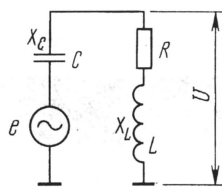

Рис. 2
Индуктивность катушки подбирается такой, чтобы совместно с емкостью антенны получить резонанс на принимаемой частоте. Эквивалентная схема получившейся цепи показана на **рис. 2**. При резонансе емкостное сопротивление антенны — X_C равно индуктивному X_L (по абсолютному значению) и реактивные сопротивления компенсируют друг друга, поэтому ток в цепи максимален и равен e/R , где e — ЭДС сигнала, развиваемая в антенне ($e = Eh$; E — напряженность поля), и R — активное сопротивление цепи. Поскольку напряжение на вход УРЧ (U) снимается с катушки, оно равно току в цепи, помноженному на индуктивное сопротивление катушки: $U = EhX_L / R$.